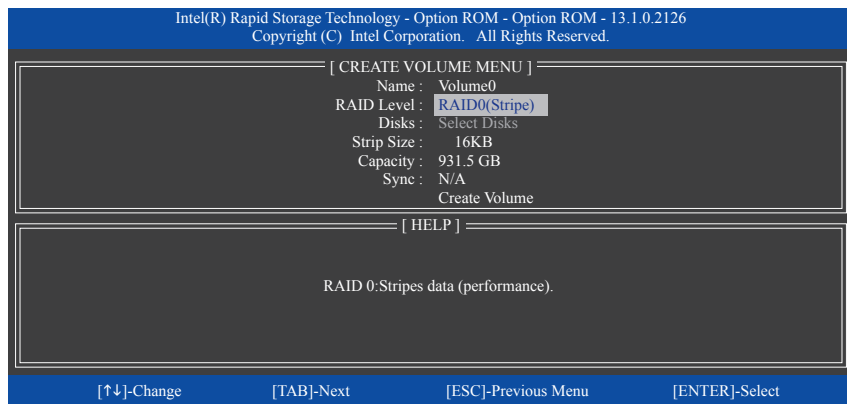

図 11
**CREATE VOLUME MENU** スクリーンに入った後、**Name** の項目で 1~16 文字 (文字に特殊文字を含めることはできません) のボリューム名を入力し、<Enter> を押します。次に、RAID レベルを選択します (図 11)。サポートされる RAID レベルには RAID 0、RAID 1、RAID 10、と RAID 5 が含まれています (使用可能な選択は取り付けられているハードドライブの数によって異なります)。<Enter>を押して続行します。